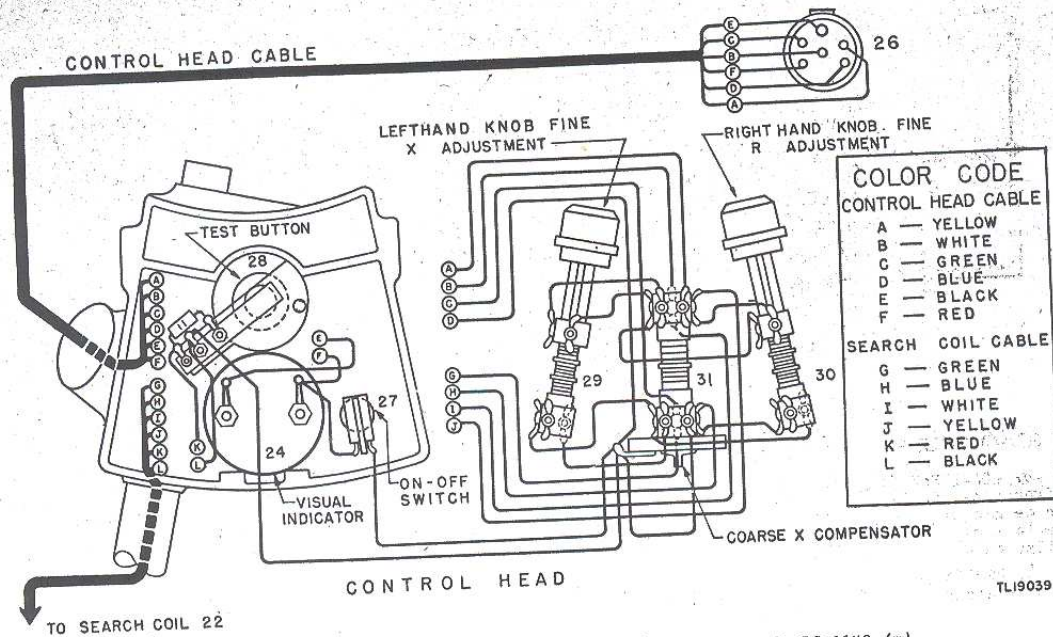

Figure 12.- Schéma pratique du câblage de la boîte de commande BC-1140-(*).
d) Avant de procéder aux mesures, le compensateur de pile (12, (fig. 12), doit être tourné vers la gauche, et tous les câbles déconnectés.